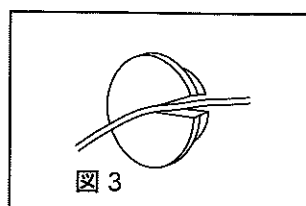

図3
- 3. 電球が現れますので、反時計方向に回しながらソケットから外します。(図 3)
3. 保冷库の後面の黒い測定孔キャップを外し、記録計の感温部を保冷库内に通します。その後、測定孔キャップに切込みを入れ、ふたをします。(図3)